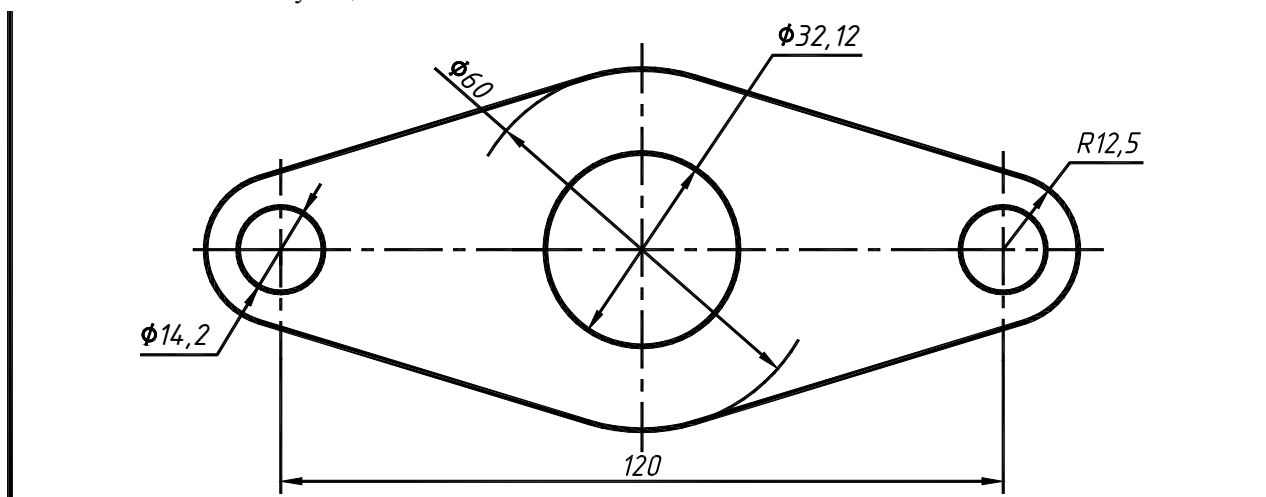

Рис. 5.3. Чертеж фланца (вид сверху).
5.2.3. Начертить фланец с отверстиями (рис. 5.3), проставить размеры. Размерные и осевые линии выполнить на соответствующих слоях.
Прежде чем переходить к простановке размеров фланца, следует начертить тонкой линией части окружности для простановки диаметра 60 мм (см. рис. 5.3). Для этого используйте команду **ARC** (Дуга). Сделайте текущим слой «Размеры». Включите постоянные привязки **Endpoint** (Конечная точка) и **Intersection** (Пересечение).